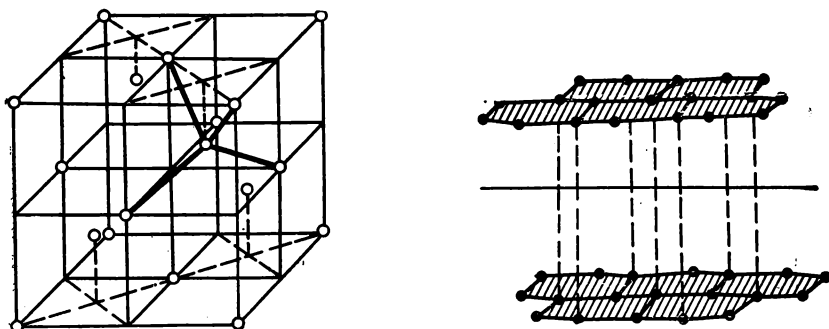

Рис. 18. Атомные кристаллические решетки.
**2. Атомные решетки.** В кристаллических решетках атомного типа каждый узел пространственной решетки представлен нейтральным атомом. Все атомы размещены на одинаковом расстоянии друг от друга. Число близлежащих атомов, окружающих каждый атом, равно максимальной валентности данного элемента. Атомную структуру имеют алмаз, графит, твердый кремний  $[\text{Si}]_n$ , твердый бор  $[\text{B}]_n$ , карборунд  $\text{SiC}$ , германий и др. На рис. 18 изображены атомные кристаллические решетки алмаза и графита. Как видно из рис. 18, а, атомы углерода в алмазе располагаются по узлам двух кубических решеток, вставленных одна в другую. Каждый атом углерода непосредственно соединен с четырьмя другими на довольно близком одинаковом расстоянии. Расстояние между центрами соседних атомов углерода  $1,54 \text{ \AA}$ , что обуславливает большую плотность и наибольшую твердость кристалла алмаза, отсутствие свобод-
В кристаллической решетке графита (рис. 18, б) атомы углерода расположены в узлах правильных шестиугольников. Как и в алмазе, каждый атом углерода соединен с четырьмя другими. Однако расстояния от атома углерода до трех соседних приблизительно одинаковы и малы ( $1,42 \text{ \AA}$ ), а до четвертого, лежащего на следующем горизонтальном слое, значительно больше ( $3,35 \text{ \AA}$ ). Поэтому в пределах слоя связи между атомами очень прочные, а между слоями слабые. Этим объясняется малая твердость графита и легкая расщепляемость его на тонкие слои — «чешуйки». Сжимаемость графита в 30 раз больше сжимаемости алмаза. Высокая температура плавления графита ( $3700^\circ\text{C}$ ) обуславливается прочностью связей атомов в слое. Между слоями в графите свободно передвигаются электроны, поэтому он имеет высокую электро- и теплопроводность.